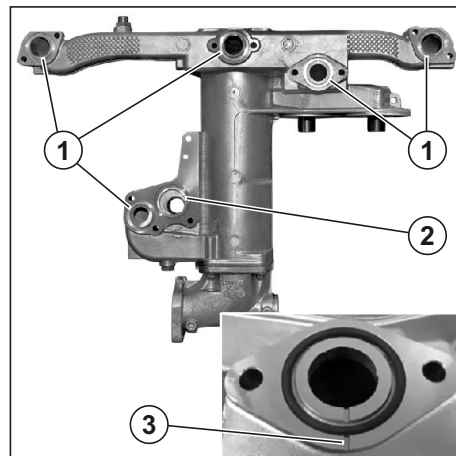

Рис. 135. Установка колец резиновых в теплообменник.
1. Установить в канавки отверстий теплообменника кольца резиновые (см. **Рис. 135**):
6. Проверить через специальные прорези (3) (см. Рис. 135) наличие колец резиновых.
7. Установить экран теплозащитный на блок с левой стороны от элементов фильтра, вставить болты (12) M8x1,25-20 в отверстия экрана и ввернуть в блок от руки. Завернуть болты окончательно моментом $M_{кр} = 20 \pm 4$ Нм.